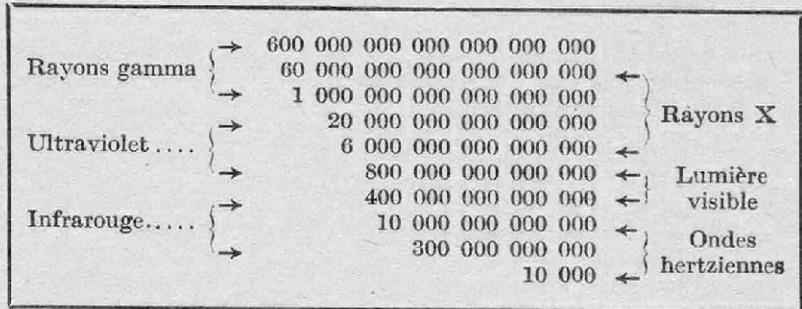

FIG. 2. — LA GAMME COMPLÈTE DES RADIATIONS
identifie, en 1888, un rayonnement (ondes électriques) qui se situe bien en deçà de l'infrarouge extrême. La « soudure » ne fut établie qu'en 1923 par les Américains E. F. Nichols et J. D. Tear ; et l'on connaît tout un ensemble de radiations (fig. 2) qui peuvent être émises aussi bien par des corps chauds que par des circuits oscillants.
A l'autre bout, par un bienheureux hasard, le physicien allemand Wilhelm-Conrad Röntgen (1845-1923) (fig. 1) décela ce qu'il nomma les rayons X (octobre 1895), au delà desquels Paul Villard (1860-1933) plaça, en 1900, les rayons gamma, produits au cours de la désintégration de certains éléments radioactifs. La « soudure » entre l'ultraviolet et les rayons X est l'œuvre de Fernand Holweck (1920) et de Jean Thibaud (1928) ; les deux extrémités du spectre de rayons X sont d'ailleurs recouvertes, d'un côté par l'ultraviolet extrême, de l'autre par les rayons gamma (fig. 2).
Cette même figure 2 indique une « gamme » interrompue d'une soixantaine d'octaves (dont une seule est « visible »), en disant, par une comparaison empruntée à la musique, que deux radiations sont à l'octave l'une de l'autre lorsque leurs fréquences sont dans le rapport de deux à un (1).
(1) Leurs longueurs d'onde sont naturellement dans le rapport inverse (de un à deux). Le produit de la fréquence (exprimée en cycles ou périodes par seconde) par la longueur d'onde (exprimée en centimètres) est toujours égal à 30 milliards : c'est la
Lorsqu'un rayon solaire tombe sur un tel réseau, la lumière transmise par la lame de verre ou la lumière réfléchiée par le miroir métallique présente « les couleurs de l'arc-en-ciel ». D'ailleurs, au point de vue théorique, les réseaux sont très supérieurs aux prismes, car la déviation de chaque couleur varie exactement en raison inverse de la fréquence correspondante, ce qui donne une signification concrète et immédiate aux nombres qui sont reproduits sur la figure 2.
quences sont trop grandes, et la déviation est inappréciable. Mais il existe un moyen de réduire la distance apparente qui sépare deux traits consécutifs, c'est d'envoyer le rayonnement sous une incidence tout à fait « rasante », beaucoup plus encore que ne l'indique la figure schématique 6. Cette méthode, dite « du réseau tangent », n'est d'ailleurs efficace que pour certains rayons X, ceux qui sont voisins de l'ultraviolet (fig. 2) et, à plus forte raison, ceux qui se confondent avec ce dernier.